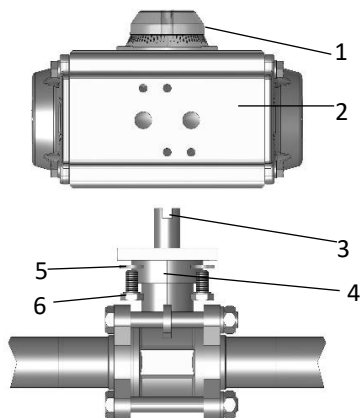

Abbildung 14: Pneumatischer Antrieb - Demontage
6. Schrauben **6** lösen und entfernen, s. Abbildung 14.
1. Sicherstellen, dass Schlitz am Vierkant **3** des Kugelhahns mit der Markierung **1** des Stellungsanzeigers übereinstimmt, ggf. Vierkant in richtige Position drehen, s. Abbildung 14.